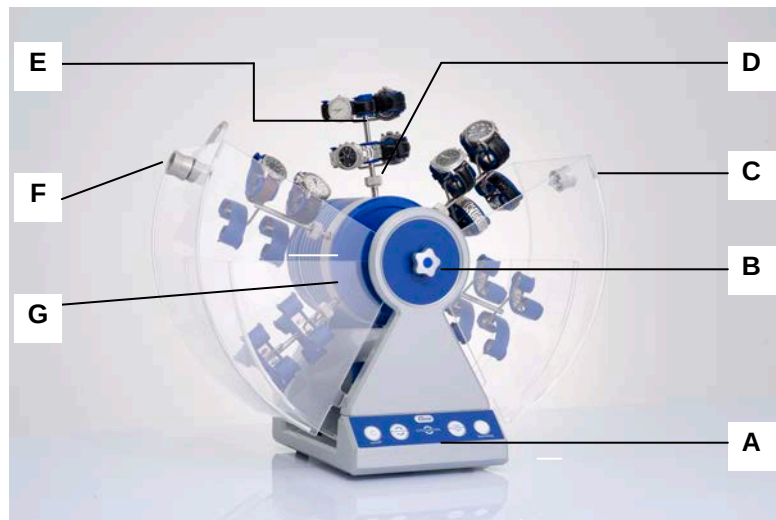

Fig. 3.7. Vista frontal
O gire el desembrague mecánico (Fig. 3.7.B) hacia la izquierda, desacoplando así el cabezal de varillas del eje motor. Ahora puede girar el cabezal de varillas manualmente a la posición deseada y volver a apretar el desembrague mecánico.
3. Monte las bridas para relojes equipadas con los relojes sucesivamente en el cabezal de varillas. Abra para ello el tornillo moleteado del soporte para bridas que se encuentra en la posición superior (ver la Fig. 3.7.D), inserte una brida y vuelva a apretar el tornillo moleteado. Desplace a continuación el siguiente soporte para bridas a la posición deseada y monte la siguiente brida para relojes; proceda de este modo hasta haber montado todas las bridas deseadas. Si no se aprietan firmemente los tornillos moleteados, las bridas pueden caerse de los soportes durante el funcionamiento y dañar los relojes o los mecanismos de relojería fijados en las mismas.